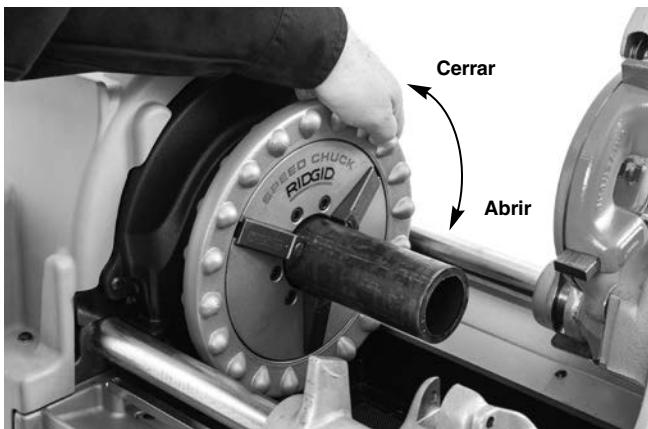

Figura 16 – Colocación del tubo en el mandril
Abra por completo los mandriles de la roscadora. Para la roscadora de mandril manual, gire la rueda delantera del mandril hacia la derecha (*vea la Figura 16*). Para la roscadora de mandril automático, coloque el commutador RETROCESO/APAGADO/AVANCE (2/0/1) en la posición RETROCESO (2), y luego oprima y suelte el interruptor de pie.
Gire el volante del mandril delantero hacia la izquierda (mirando desde el frente de la máquina), para agarrar el tubo (*Figura 16*). Asegure que el tubo esté centrado en las piezas de inserción. Gire el volante enérgicamente varias veces a la izquierda para fijar el tubo en el mandril delantero.